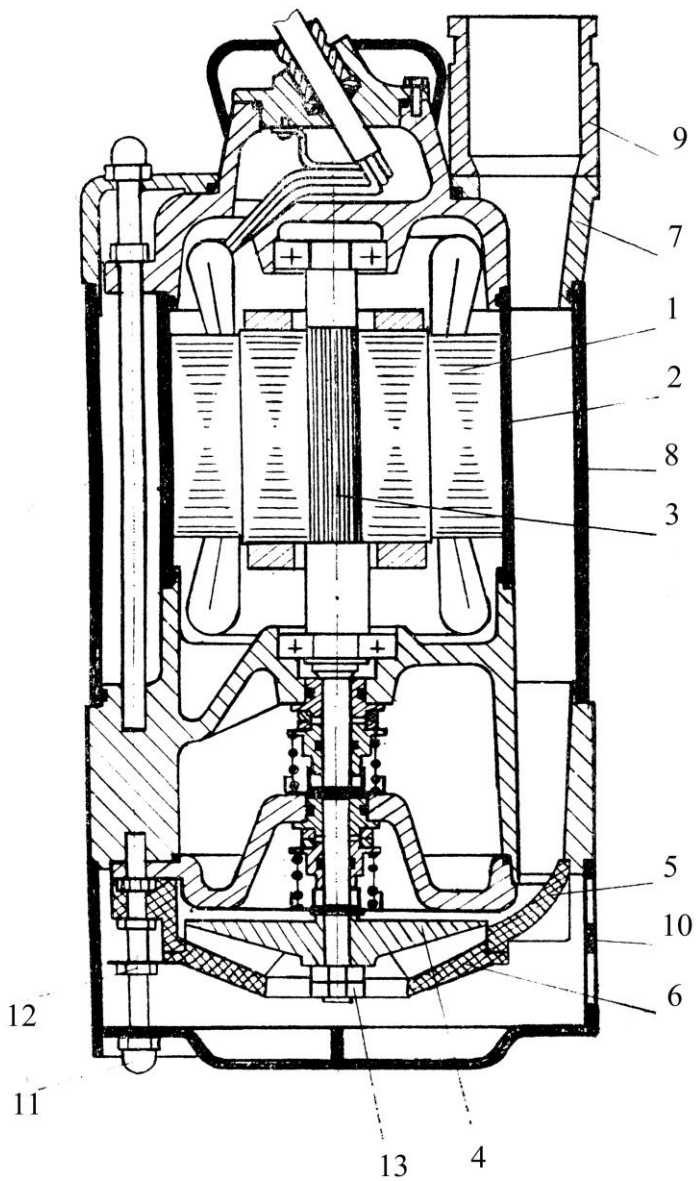

Рис. 2
4. УСТРОЙСТВО И ПРИНЦИП РАБОТЫ (РИС.2)
СТАТОР (рис. 2, поз.1) – прессованный активный пакет железа, заключенный в гильзу (поз.2).